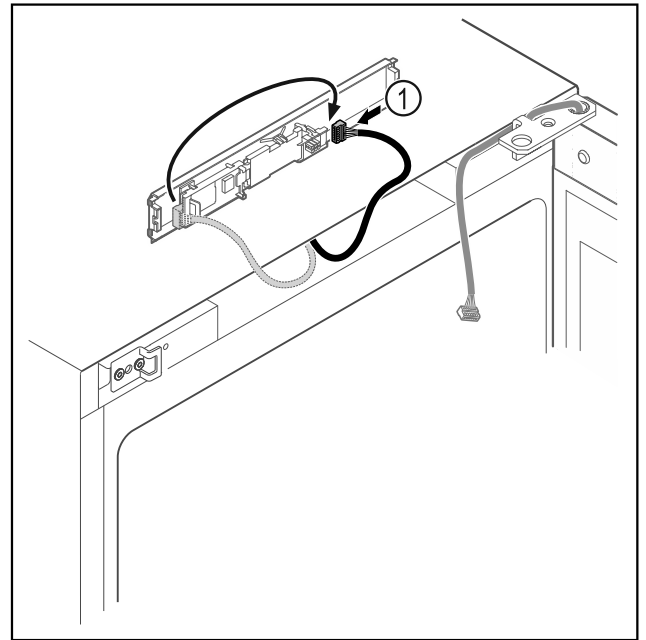

Fig. 20
- ▶ Stecker Fig. 20 (1) auf Platine umstecken.